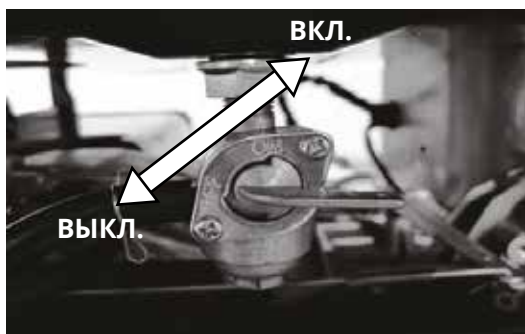

Рис. 3.1
1. Поверните рычаг топливного крана в положение «ВКЛ» (рис. 3.1).
3. Поверните рычаг топливного крана в положение «ВЫКЛ». (**рис. 3.1**).